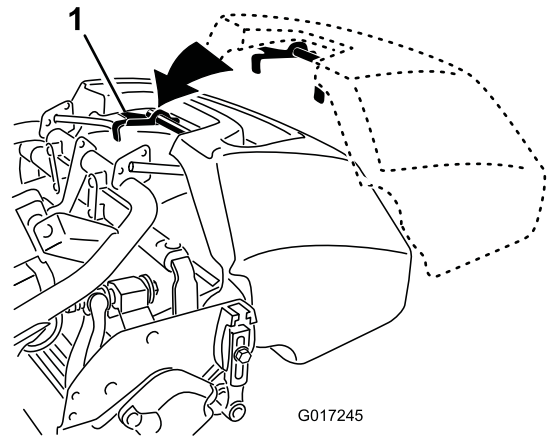

Figura 14
2. Guíe el reborde del recogedor entre las chapas laterales de la unidad de corte y por encima del rodillo delantero (Figura 14).
3. Instale los ganchos del recogedor sobre el tubo del bastidor (Figura 14).